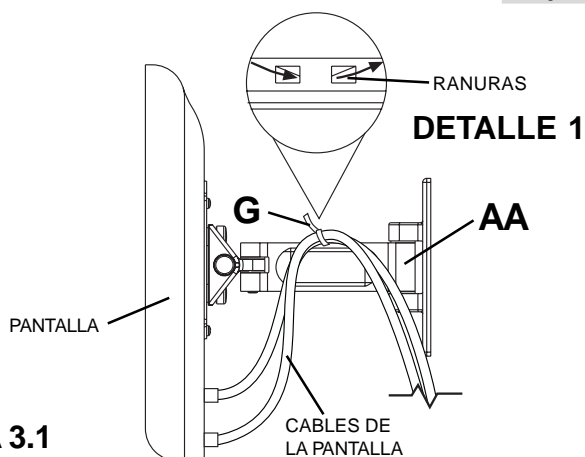

FIGURA 3.1
- 3** Pase los sujetacables (G) por las ranuras del armazón del brazo (AA), como se muestra en el DETALLE 1. Fije el cable de la pantalla al armazón del brazo (AA) ajustando los sujetacables (G) alrededor del cable de la pantalla, como se muestra en la FIGURA 3.1.